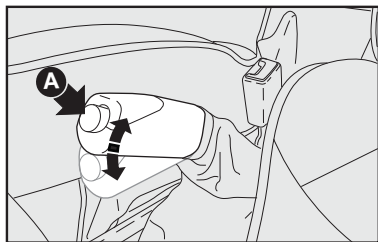

fig. 1
FREIO DE MÃO – fig. 1
- 1) Levantar levemente a alavanca e apertar o botão de desengate **A**–fig. 1.